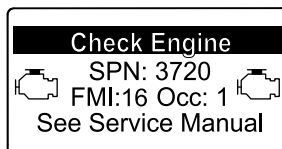

Figure 55
- Avertissement moteur SPN 3720, FMI 16 (Figure 55)